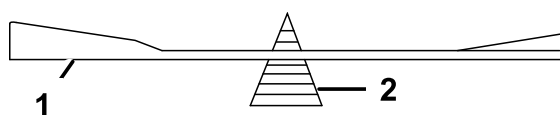

Figura 40
2. Verifique el equilibrio de la cuchilla colocándola sobre un equilibrador de cuchillas (Figura 40).